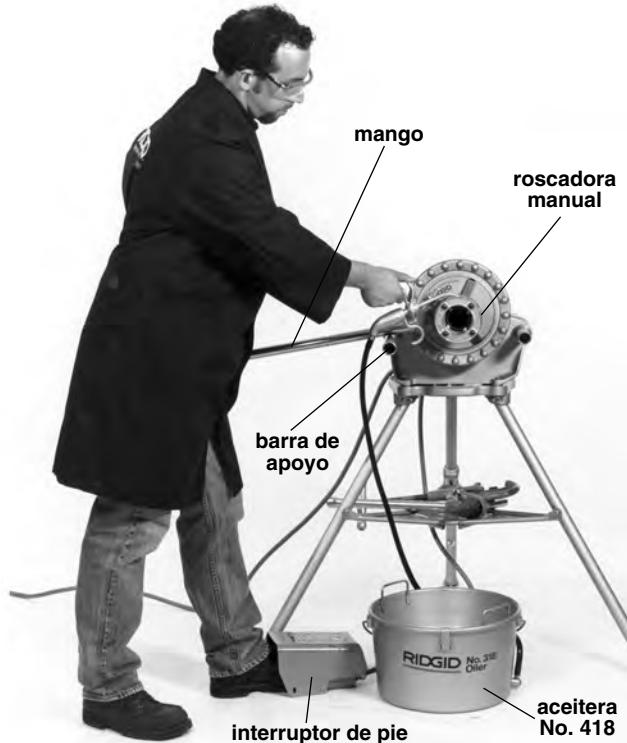

Figura 8 – Roscado con una roscadora manual
8. Sitúe el interruptor de pie donde el operador pueda controlar la máquina, herramientas y pieza de trabajo en forma segura. Como se muestra en la (*Figura 8*), debe permitir que el operador:
- Adopte la postura correcta para trabajar (*Figura 8*). Así mantendrá su equilibrio y ejercerá control sobre la máquina y herramientas.
9. Retire su mano derecha de la zona del cabezal de terrajas y aceite abundantemente las terrajas mientras se rosca el tubo (*Figura 8*).